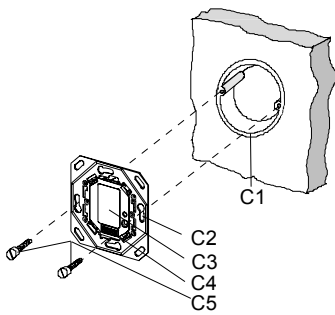

Bild 3: Montage des Treibers mit Bus- Anschluss
Der Treiber mit Bus-Anschluss ist so zu montieren, dass sich die Schnittstelle unten befindet (Bild 3). Dadurch ist sichergestellt, dass die auf die Schnittstelle aufzusteckende Anzeigeeinheit in der für die Bedienung richtigen Lage montiert wird.
- Lösen Sie die Schrauben des Treibers in der UP- Dose (Bild 3).